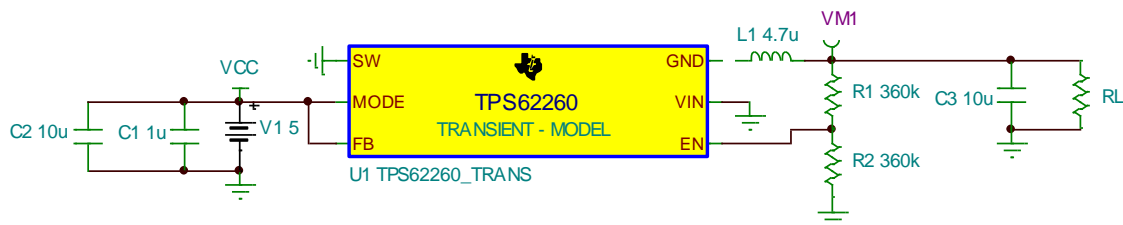
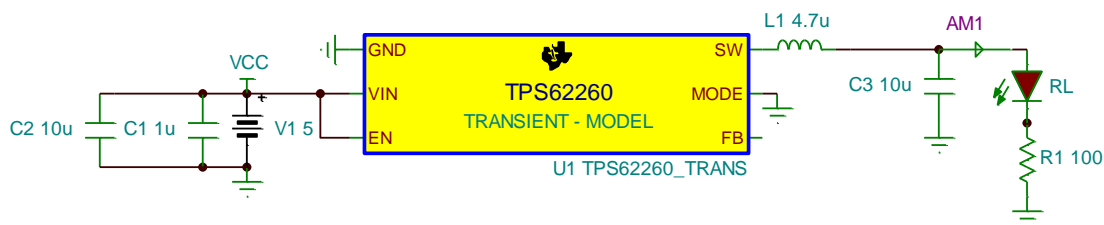

图 10 电压反馈的 BUCK 电路
图 11 电流反馈的 BUCK 电路
如图 10 和图 11 所示的 BUCK 电路，FB 所接位置不同，输出情况不同。
- 3) 图 10 所示的接法，在忽略 I_{FB} 的条件下 (R_1 加上 R_2 小于 1M)，可得输出电压为 1.2V，与负载“无关”，所以这属于恒压输出。
- 4) 图 11 所示的接法中， R_1 上的电压为 0.6V，只要反馈稳定正常，无论负载 R_L “电阻”多大，都可以计算出负载电流为 6mA，所以这是恒流输出。